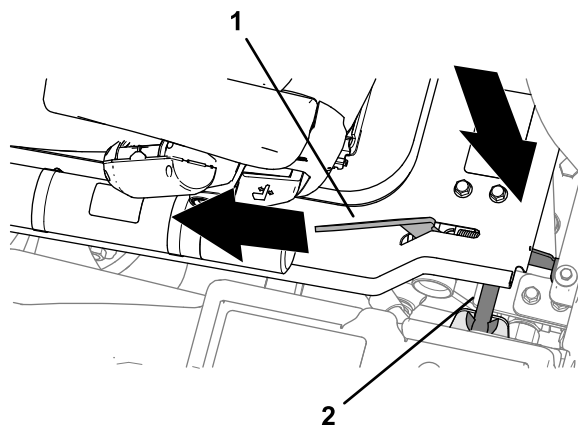

Figura 13
2. Quando la piattaforma si è abbassata quasi completamente, spostate la maniglia di fermo della piattaforma (Figura 13) verso la parte anteriore della macchina.